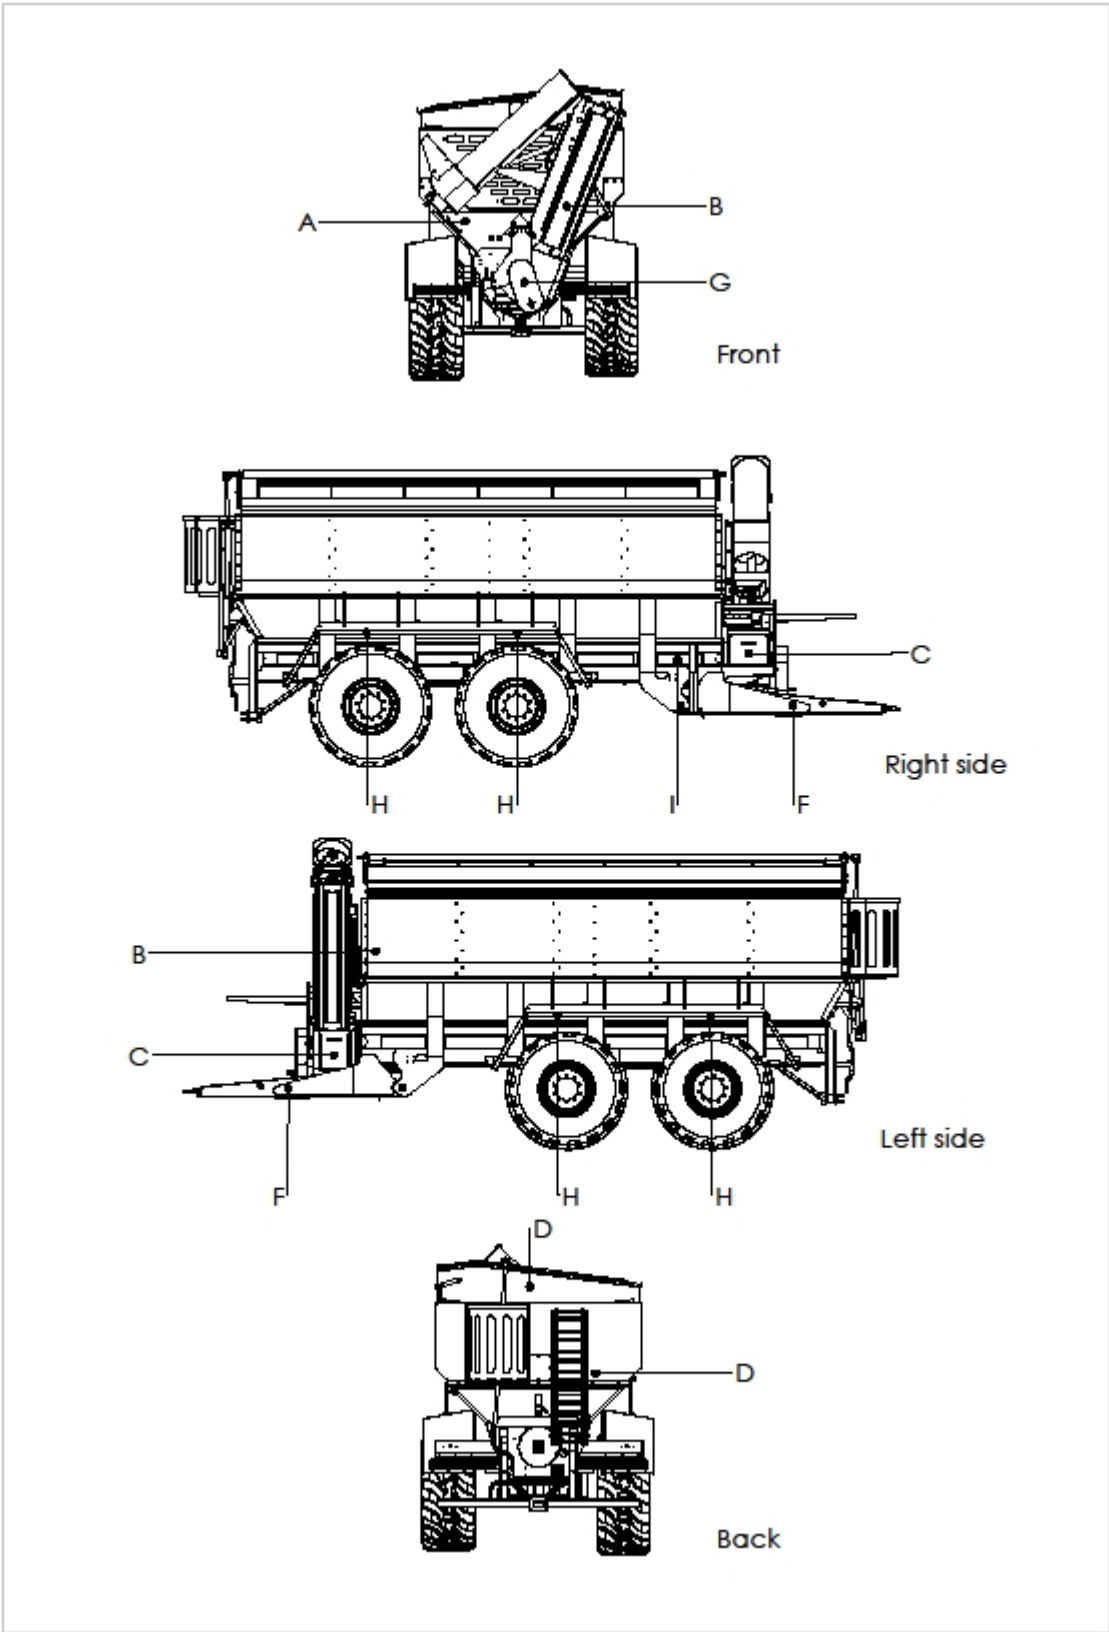

Fig. 1
2.2 Modelskilt og CE-mærkning på maskinen (Fig. 1)